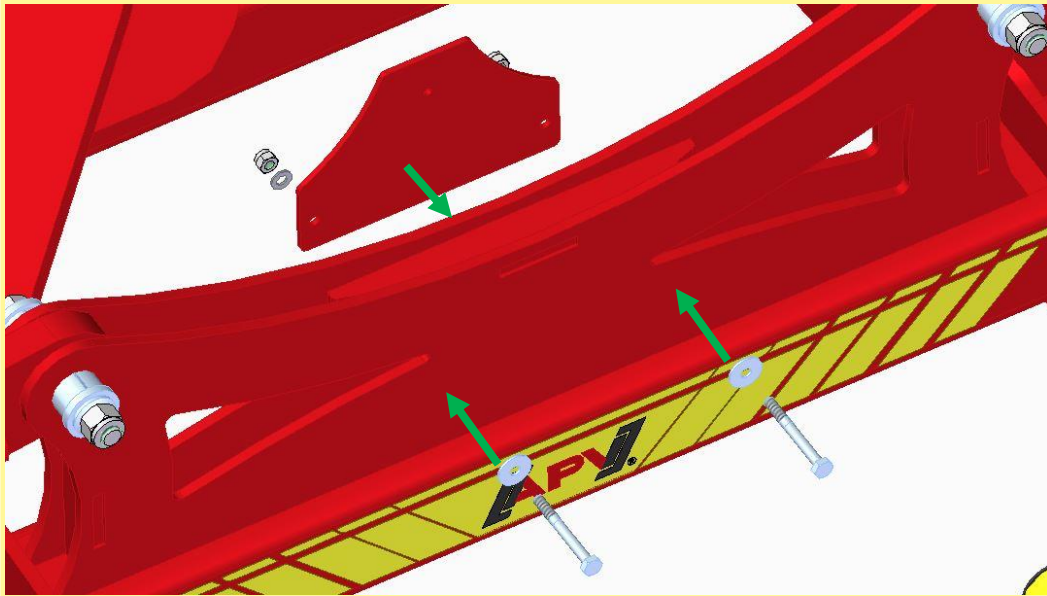

Abbildung 1: Montage der Grundplatte an der Zylinderbefestigung
- 1) Die Grundplatte wird an die Zylinderbefestigung mittels 2 Stück Sechskantschrauben M8x70 inkl. Karosseriescheiben M8x25, Beilagscheiben M8 und Sicherungsmutter M8 angeklemt (Abbildung 1).